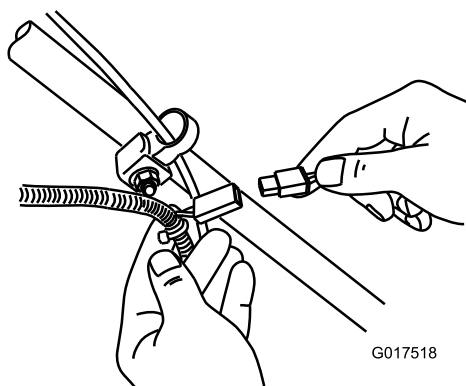

Figura 34
1. Collegate il caricabatterie al cablaggio preassemblato del tosaerba, sotto la chiave di accensione (Figura 34).